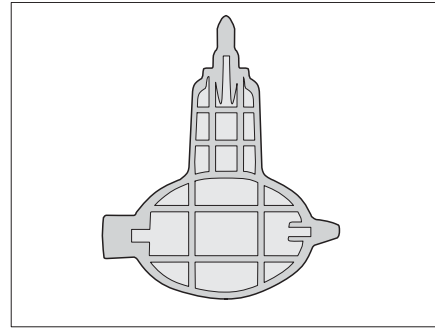

Fig. 290 Clé pour siphon (uniquement Alpa)
- ▷ Le modèle Alpa comprend une clé (Fig. 290) pour détacher le siphon.